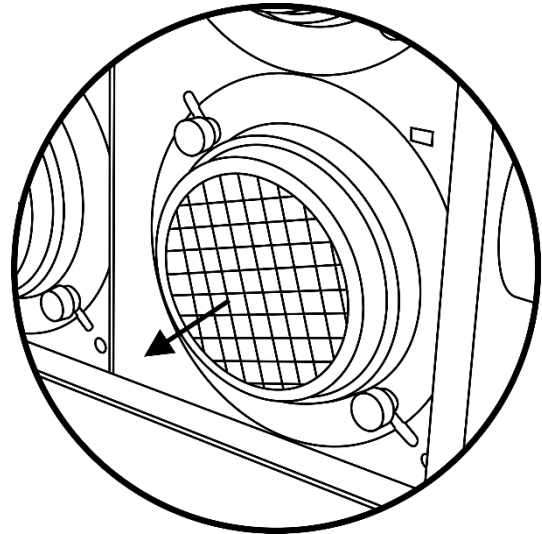

Abb. 04
- 02) Nehmen Sie vorsichtig die Metallabdeckung ab (Abb. 04).